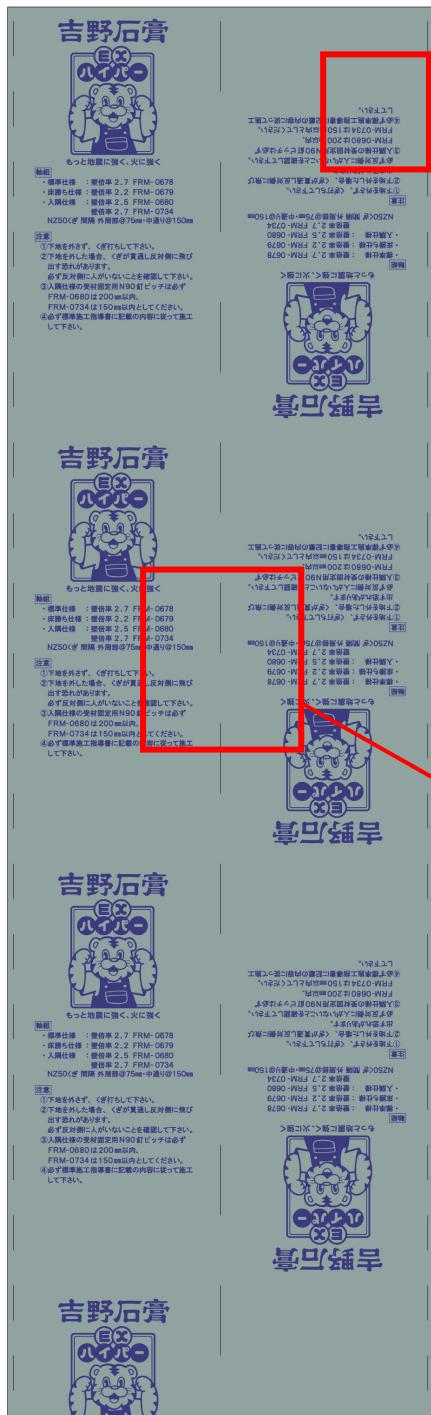

図 4-1 タイガーEX ハイパー3×10板 外観 (表側)
- ・タイガーEX ハイパーの長手方向にくぎピッチを示すマーカーを外周部 75mm 間隔、中通り 150mm 間隔の黒色の破線で示していますので、規定の留付け間隔になるようにくぎ打ちを行ってください (図 4-1 参照)。